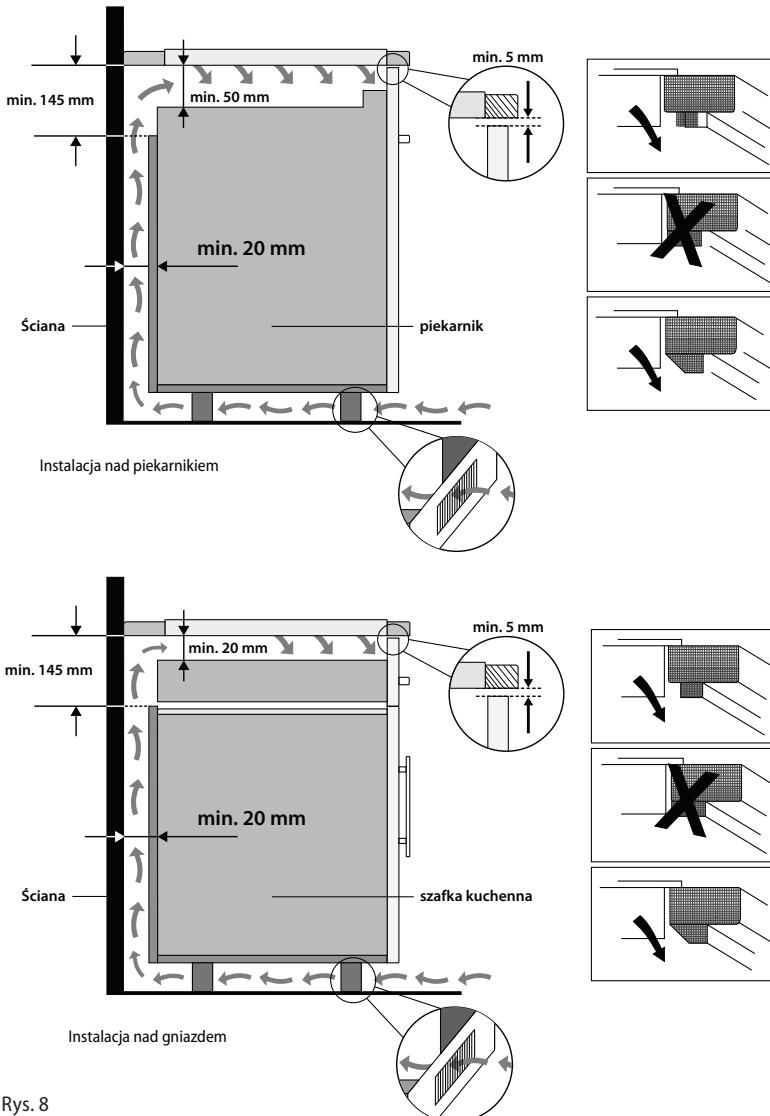

Rys. 7
- Urządzenie jest przeznaczone do zainstalowania w typowej zabudowie kuchennej przeznaczonej do urządzeń zabudowywanych albo w odpowiednio dostosowanych meblach o wymiarach pokazanych na Rys. 7.
- Wymagane wymiary do wykonania wycięcia o minimalnej grubości 38 – 40 mm w blacie, który musi być wyprodukowany z odpornych termicznie materiałów, są przedstawione na Rys. 7.